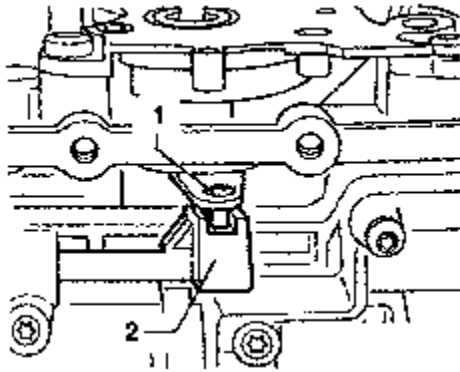

图 8-82 安装滑阀箱
(3) 使滑阀箱无应力安装，并且定位板的销 1 要推到换档推杆槽 2 内，如图 8-82 所示。